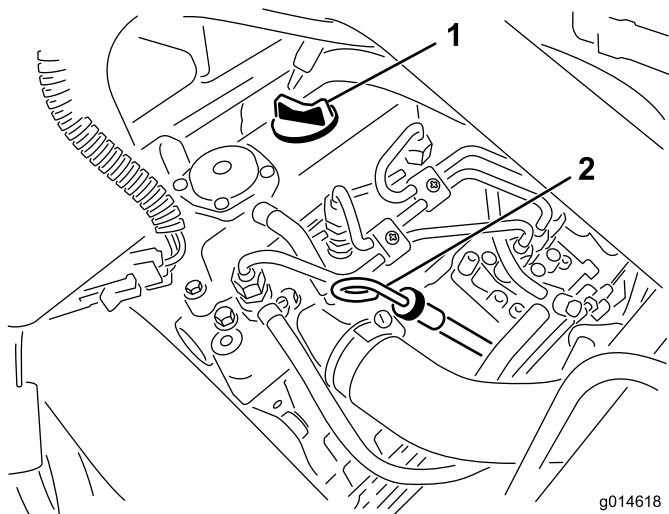

Bild 25
2. Nehmen Sie den Peilstab heraus und wischen Sie ihn mit einem sauberen Lappen ab (Bild 25). Stecken Sie den Peilstab in das Rohr und stellen Sie sicher, dass er vollständig eingeführt ist. Entfernen Sie den Peilstab und prüfen den Ölstand. Nehmen Sie bei einem niedrigen Ölstand den Fülldeckel von der Ventilabdeckung ab und gießen Sie **langsam** genug Öl in die Öffnung, bis der Ölstand die Vollmarke am Peilstab erreicht. Gießen Sie Öl langsam ein und